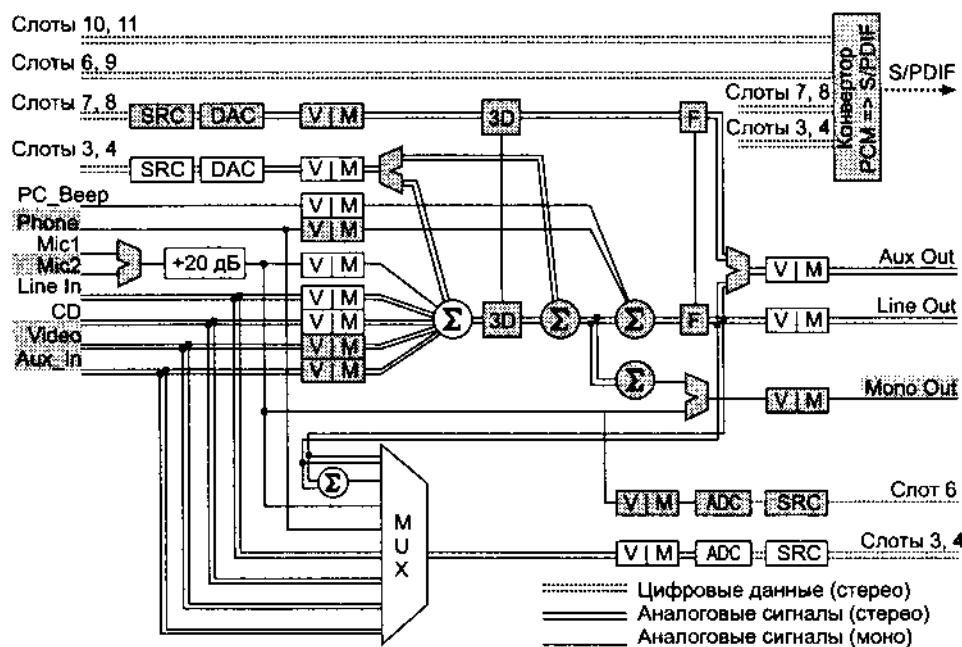

Рис. 12.9. Блок-схема микшера AC'97
Функциональные возможности аудиокодека хорошо иллюстрирует схема его микшера (рис. 12.9), взятая из спецификации AC'97 2.2. На схеме серым фоном помечены необязательные компоненты. Как видно из схемы, микшер работает с аналоговыми сигналами. Цифровые потоки от контроллера преобразуются в аналоговые сигналы (блоками DAC), предварительно при необходимости блоки SRC приводят выборки к общей частоте 48 кГц. Сигналы от всех источников проходят на главный сумматор микшера (стереофонический) через регуляторы уровня V (Volume control) и выключатели M (Mute). Смешанный сигнал может быть обработан необязательным блоком 3D-эффектов и скорректирован по частотной характеристике необязательным темброблоком (F). Далее сигнал через общий регулятор уровня выводится на аналоговый выход.